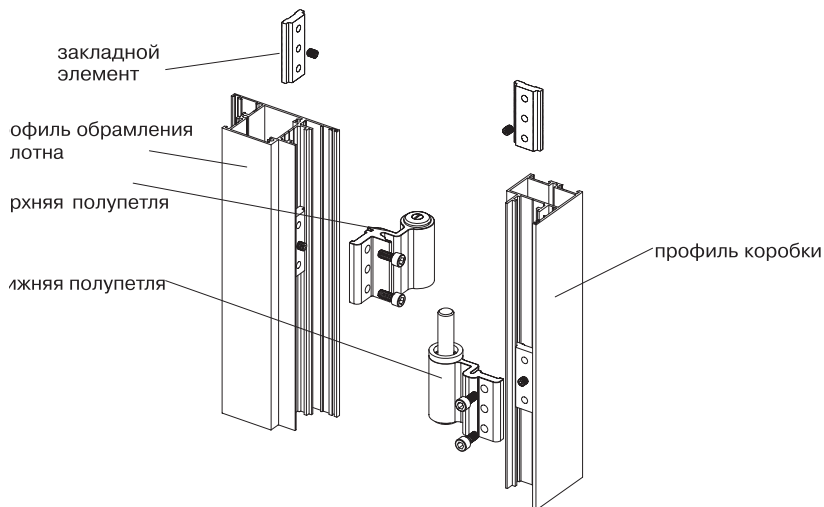

Рисунок 5
4.5 Полотно калитки навешивается на двух регулируемых петлях. Полу-петли крепятся двумя винтами к закладным элементам, закрепленным в специальных пазах профиля обрамления полотна и профиля коробки калитки (рисунок 5).